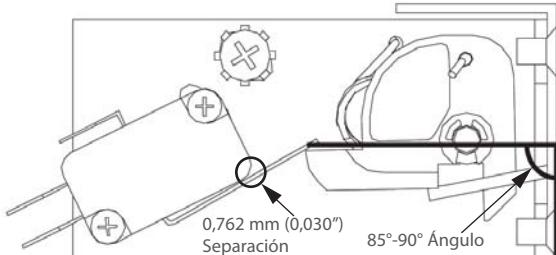

Figura 27: Detalles del interruptor y alineación correcta
Utilice el siguiente procedimiento para ajustar los interruptores primario, secundario y del monitor. El interruptor secundario está situado en la unidad de bisagra izquierda y el interruptor de monitor en la unidad de bisagra derecha. El interruptor primario está situado en la esquina superior izquierda del horno y utiliza una unidad de biestable y actuador (acoplado al chasis) para el engrane (Figura 27). Puede consultar los detalles de la unidad de conmutación en la página A-8.
2. A la hora de ajustar el interruptor primario, confírmese que el biestable de enganche del interruptor primario se halle en la posición adecuada (Figura 27).
- a. Inspeccione visualmente la posición del biestable de enganche y verifique que su ángulo esté situado entre 85° y 90° en referencia al reborde delantero (cara del horno). Consulte la Figura 27.